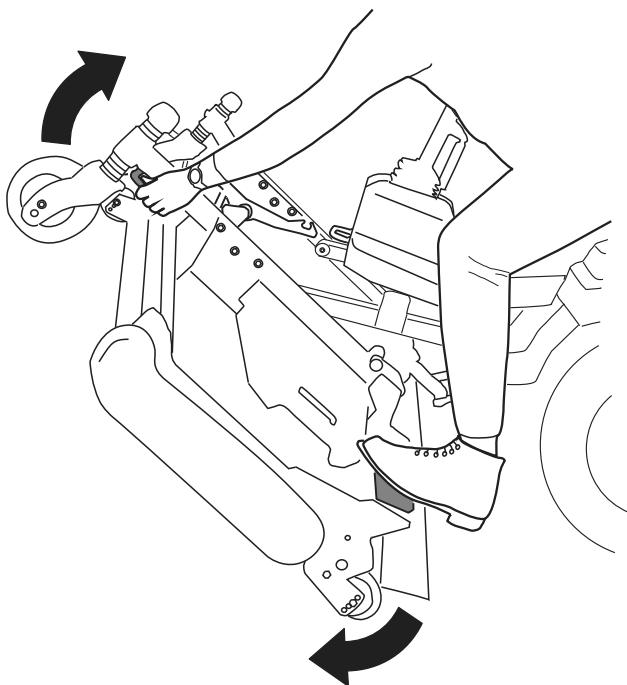
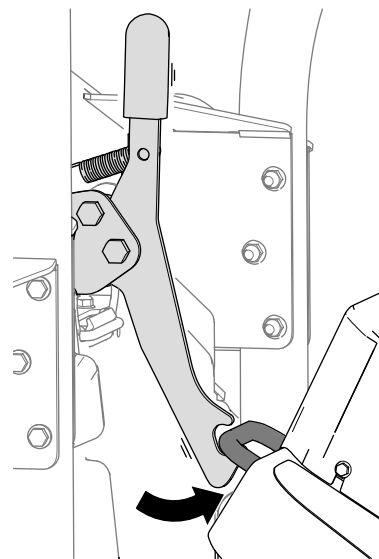
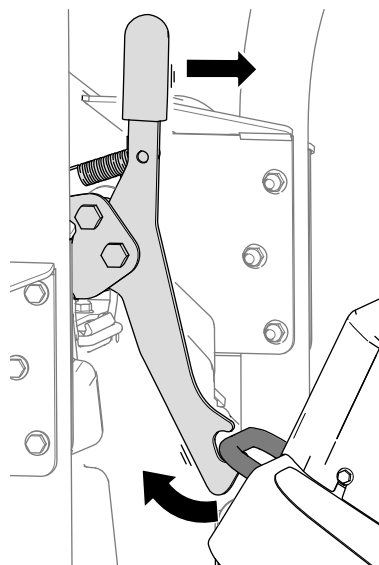

Figura 39
Figura 40
Figura 41
5. Gire la unidad de corte (Figura 39) hasta que el cierre se enganche en el soporte de amarre (Figura 40).
1. Desenganche el cierre de la unidad de corte del soporte de amarre (Figura 41) girando ligeramente la unidad de corte hacia adelante (Figura 39) y tirando hacia adelante de la palanca del cierre.